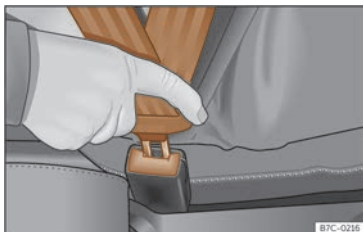

Fig. 18 Insérer le pêne de la ceinture de sécurité dans son boîtier de verrouillage.
- Le pêne doit être inséré dans le boîtier de verrouillage du siège lui correspondant >>> **fig. 18.**